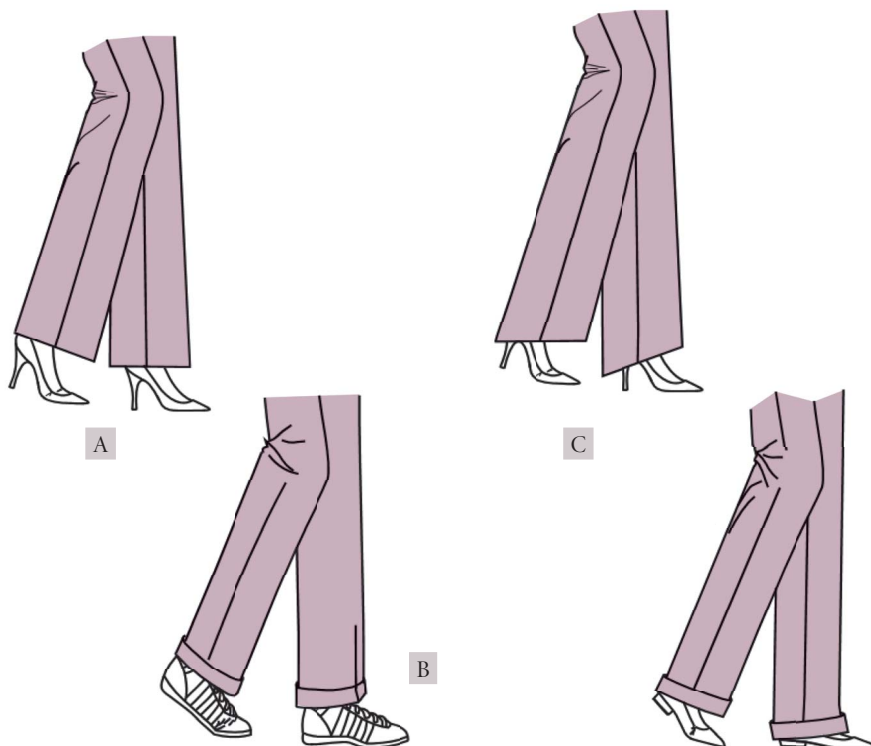

Рис. 5
⑧ **Общая длина брюк:** кажется, что эту мерку очень легко снять, но не обманывайтесь. Очень часто общая длина брюк зависит от вида низа брюк — без отворотов (рис. 5А и 5С) или с отворотами (рис. 5В и 5D). Длина брюк также меняется в зависимости от высоты каблук. Все это необходимо учитывать при измерении общей длины брюк.